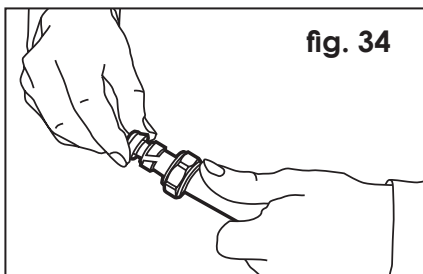

fig. 34
d) Stützkörper bis zum Anschlag in das Rohr einstecken (**fig. 34**).